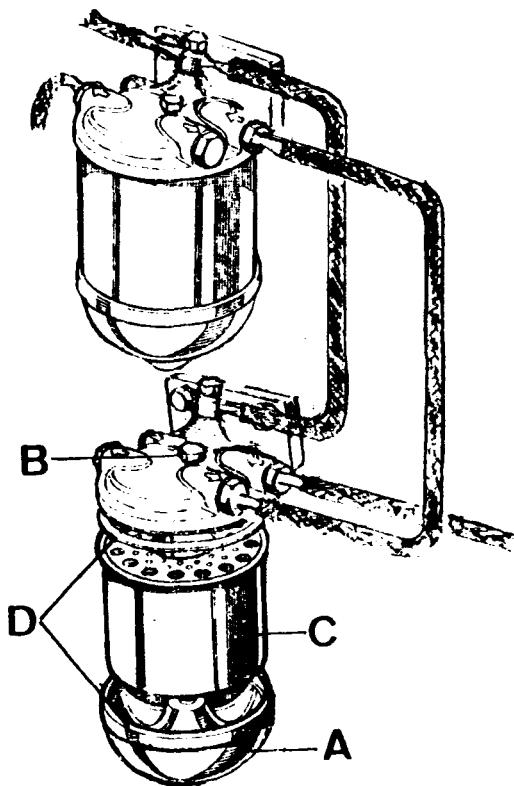

Fig. A3-14 Cambio de los cartuchos filtrantes de combustible
1.3. Sujetar con la mano la cuba del filtro, A (Fig. A3-14), desenroscar el tornillo de fijación, B, con lo que quedará suelto el cartucho, C, y la cuba.
1.4. Desechar el cartucho usado, C, (Fig. A3-14), y las juntas de caucho, D.
1.6. Colocar en sus alojamientos nuevas juntas de caucho, D (Fig. A3-14).
- 1.7. Instalar el nuevo cartucho, C (Fig. A3-14), haciéndolo encajar en la espiga de la parte superior, con los orificios perforados hacia arriba.
- 1.8. Colocar la cuba, A (Fig. A3-14) y fijar el conjunto con el tornillo, B.